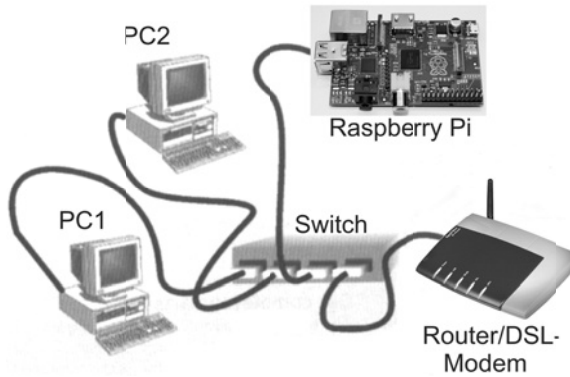

Abbildung 4.21: Eine typische Ethernet-Topologie
Ein Twisted-Pair-Kabel für Netzwerkverbindungen besteht – wie es die Bezeichnung impliziert – aus verdrehten, maximal acht einzelnen Leitungen. TP-Kabel sind in unabgeschirmter (UTP, Unshielded Twisted Pair) und abgeschirmter (STP, Shielded Twisted Pair) Ausführung erhältlich, wobei das letztere unempfindlicher gegen äußere Störungen ist. Das STP-Kabel gibt es auch noch mit einer gemeinsamen Abschirmung (S-UTP), die als Mantel (Geflecht, Metallfolie) um alle Leitungen geführt ist, und in einer anderen Auslegung, bei der jedes Aderpaar (einzeln) abgeschirmt ist. Das gebräuchlichste TP-Kabel ist das S-UTP-Kabel der Kategorie 5 (Cat5-Kabel), welches sich für alle drei Base-Standards eignet. Die Verbindungen werden generell 1:1 von Gerät (PC) zu Gerät (Hub, Switch) verlegt, was bedeutet, dass sich eine sternförmige Verkabelung der LAN-Komponenten ergibt, wie es in der Abbildung 4.21 angedeutet ist.